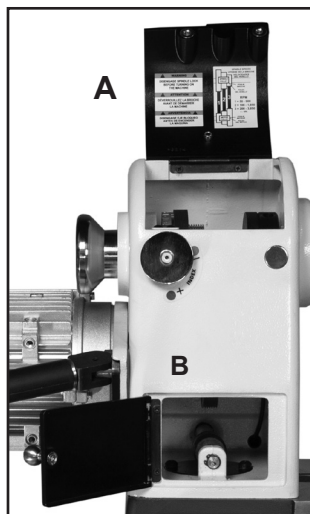

FIG. 40
2. Ouvrez les 2 portes pour accéder à la courroie et aux poulies à l'intérieur de la poupée fixe. Figure 40, A & B.